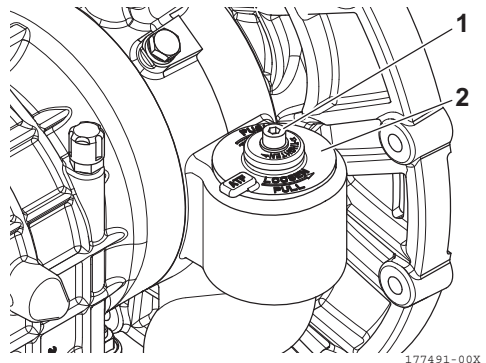

Figura 11
1. Usando uma chave sextavada de 6 mm, desaperte o parafuso de cabeça cilíndrica (1, **Figura 11**) do conjunto da tampa do cartucho do filtro (2, **Figura 11**).